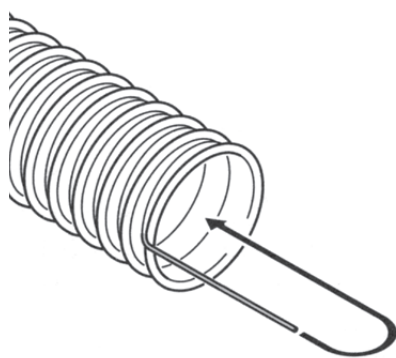

Fig. 22 Denudare il cavo di massa e piegarlo verso l'interno
- ▶ Denudare il cavo di massa per circa 5 cm su tutte le estremità del tubo flessibile e piegarlo verso l'interno nel tubo flessibile – Fig. 22.